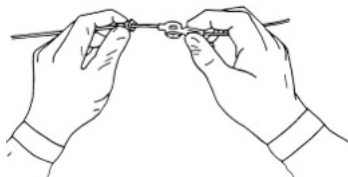

Fig. 4: utilizzo del Torquer
6. Durante le manovre di posizionamento dell'elettrocatteteri, aiutarsi agendo sul Torquer e afferrandolo dalla parte zigrinata (fig. 4). Il Torquer può essere posizionato in un punto qualsiasi della porzione esterna del catetere a seconda della comodità dell'operatore. Per spostare il Torquer da una posizione ad un'altra, premere il bottone bianco, mantenendolo premuto riposizionare il Torquer e rilasciare il bottone.